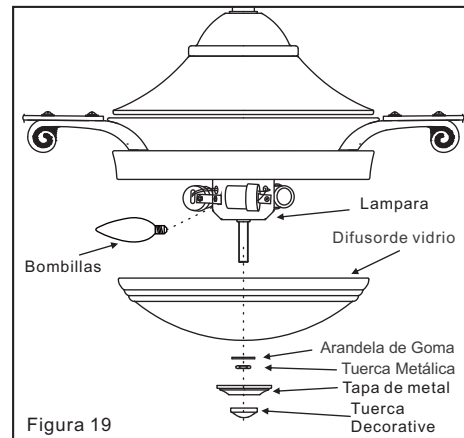

Figura 19
5. Coloque las 3 bombillas (60 vatios, incluido) en el juego de lámpara. (Figura 19)